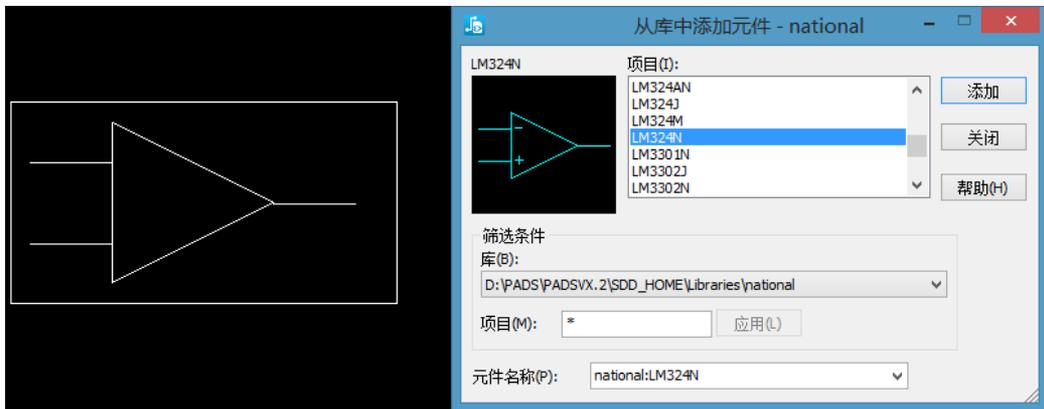

图 3-9 添加元件的操作过程中
(4) 选择了所要添加的元件后，就可以单击“添加”按钮（或双击），即可以将选择的元件粘连在光标上，并随光标移动。如本实例中的元件 LM324N，如图 3-9 所示，左边的光标和元件轮廓。